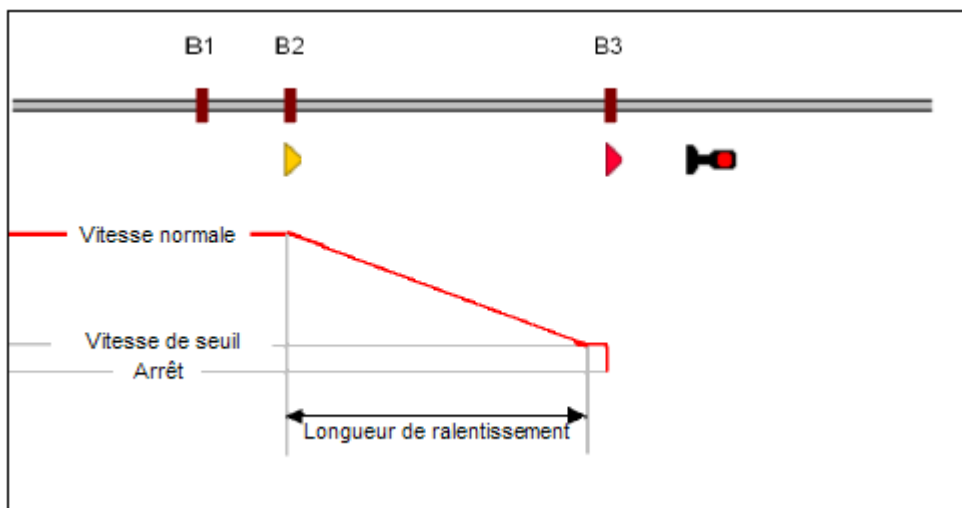
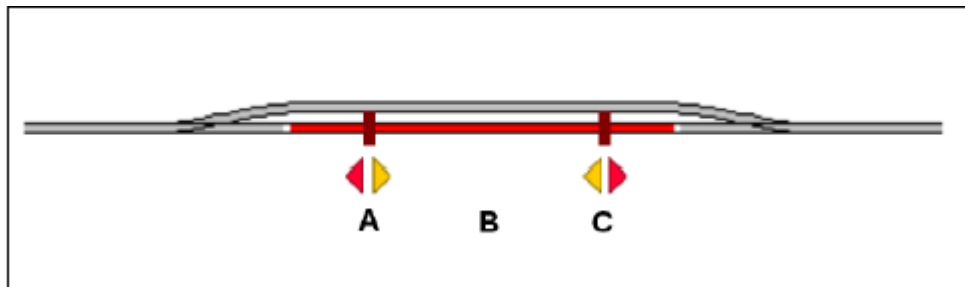
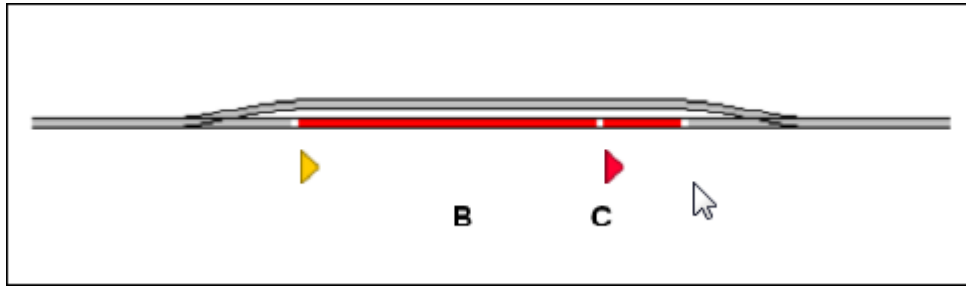

Figure 109 : Comment fonctionnent les indicateurs de Ralentissement et d'Arrêt – Contacts de voie temporaires
Figure 111 : Canton avec un détecteur d'occupation et deux détecteurs temporaires
Figure 114 : Canton avec deux détecteurs d'occupation
La figure 109 montre une alternative quasiment équivalente pour cette discussion. Il s'agit d'un canton équipé de contacts temporaires. Ces contacts sont appelés B1, B2 et B3 aussi.
La figure 111 montre un canton équipé d'un détecteur d'occupation (B) et de deux contacts temporaires (A et C). Chacun de ces détecteurs est associé à un indicateur dans le logiciel et appelé A, B et C. Tous les indicateurs sont attribués au même canton dans le logiciel. Le canton est indiqué occupé aussitôt qu'un train entre dans la section B quel que soit le sens de circulation. Le canton reste occupé jusqu'à ce que le train quitte la section B. L'indicateur A correspond à un indicateur d'arrêt pour les trains circulant vers la gauche, C est repéré avec un marqueur d'arrêt pour les trains circulant vers la droite. Les deux indicateurs sont en plus repérés avec des marqueurs de ralentissement pour le sens opposé. L'emplacement de A et celui de C doit assurer que chaque train est stoppé avant de toucher un des aiguillages. D'autre part, le plus long train doit pouvoir entrer entièrement dans le canton quand il doit y être stoppé. Pour cette raison, A et C, où les trains sont stoppés, doivent être situés suffisamment près des limites du canton.
L'application de la figure 111 doit tenir compte du fait que les contacts temporaires sont moins fiables que les détecteurs d'occupation.
La figure 114 a été dérivée de la figure 109 en supprimant le contact A. On suppose que le canton est uniquement parcouru de gauche à droite. B agit comme marqueur de ralentissement et C comme marqueur d'arrêt pour les trains circulant vers la droite.
Les différentes configurations discutées dans cette section ne sont que des exemples. Des configurations comme celle de la figure 114 peuvent aussi être réalisées avec des contacts temporaires ou un mélange des deux comme dans la figure 111. On peut aussi penser à d'autres configurations. Il n'y a pas de panacée pour le paramétrage d'un canton. La solution optimale ne dépend pas seulement de prescriptions techniques mais aussi de votre équipement existant et du prix que vous souhaitez mettre dans de nouveaux équipements.
Dans les exemples évoqués jusqu'ici, tous les emplacements où les trains s'arrêtent ou commencent à ralentir sont identiques à l'entrée sur une section de détection ou au point à partir duquel un contact temporaire est déclenché. Dans la figure 114, nous avons même installé un contact supplémentaire pour distinguer l'endroit où l'entrée dans le canton est signalée de celui où le train commence à ralentir, pour gagner du temps lors de l'activation des itinéraires.